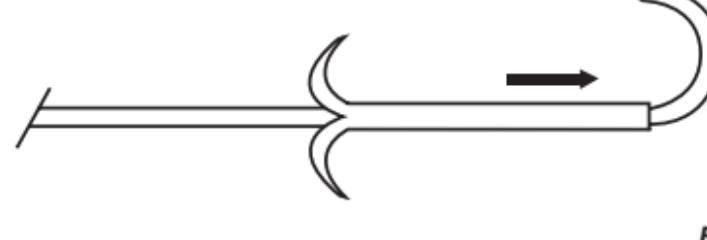

Fig. 1
a) Før Peel-Away-utretteren fram for å åpne kateterspissen. (Fig. 1)